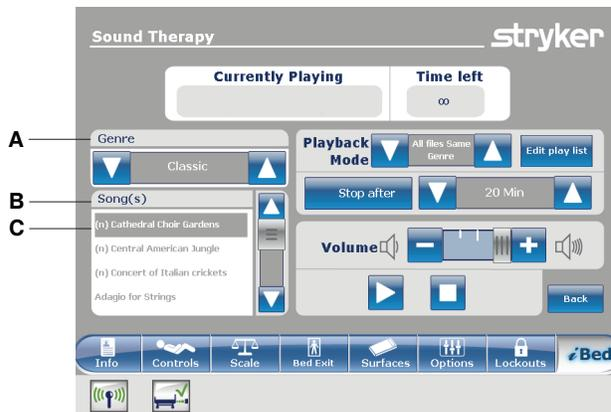

Figure 115 : Thérapie sonore
2. Toucher les flèches haut/bas pour sélectionner un genre (A) (Figure 115 à la page 109).
3. Toucher les flèches haut/bas pour faire défiler les morceaux de musique disponibles dans la zone **Song(s)** (Musiques) (B) (Figure 115 à la page 109).
Remarque : La musique qui est en cours de sélection est en surbrillance grise (C) (Figure 115 à la page 109).
Pour retourner au menu principal du lit **/Bed**, toucher **Back** (Précédent) (Figure 115 à la page 109).
Toucher **Edit play list** (Modifier la liste de lecture) (Figure 115 à la page 109).